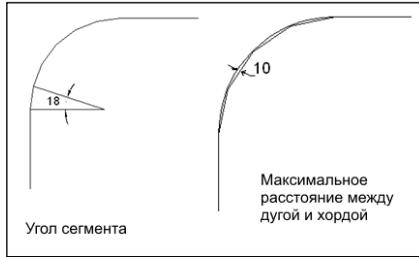

Рис. 12.7. Параметрический контур
- Панель **Параметрический контур**, которая позволяет настроить способ построения дуг. Установка флажка **Угол сегмента (гр.)** позволяет задавать угол. Установка флажка **Максимальное расстояние между дугой и хордой (м)** задает максимальное расстояние (рис. 12.7).